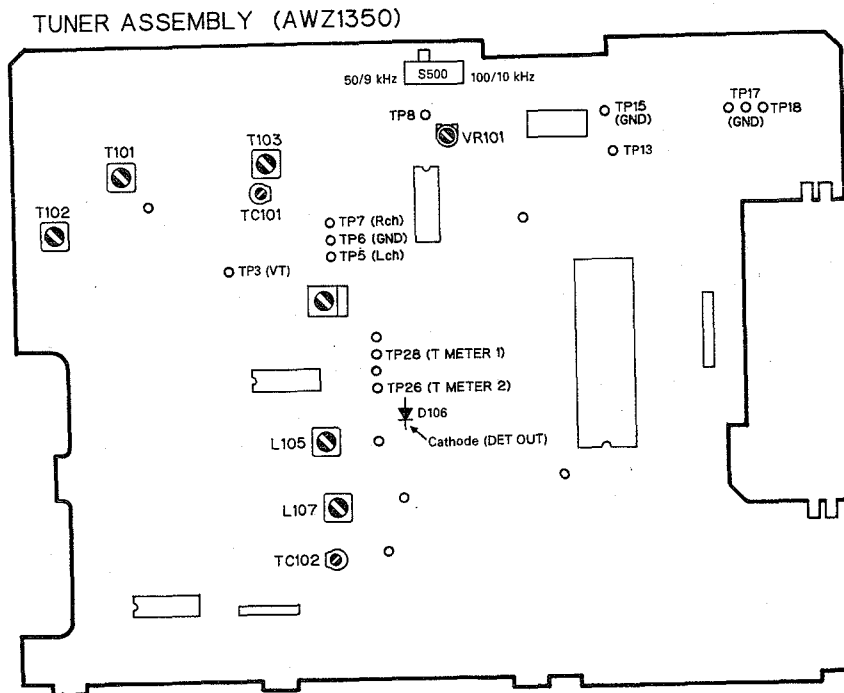

Fig. 8-3 Positions de réglage
- Aplique 12V CC entre TP18 y TP17, y entre TP13 y TP15 (consulte la Fig. 8-3).